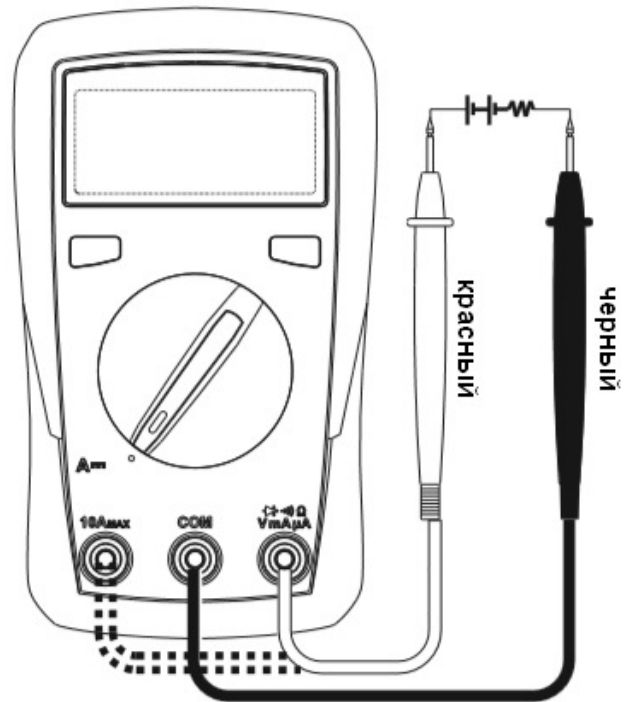

Рисунок 4
**8.6. Измерение постоянного тока (см. рисунок 4)**
**8.7. Измерение переменного тока (только в модели UT33A+) (см. рисунок 4)**